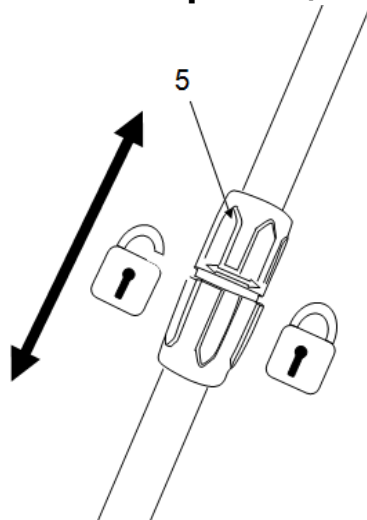

Abb. 5
- ✧ Zum Einschalten des Fadenmähers drücken Sie den Ein-/Aus-Schalter (2). Zum Ausschalten lassen Sie den Ein-/Aus-Schalter (2) einfach wieder los.
8.2 Längeneinstellung des Teleskopstiels (Abb. 5)